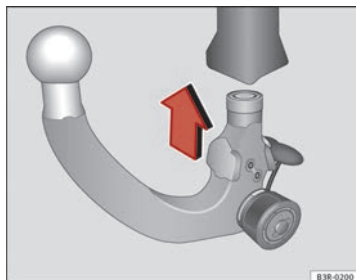

Abb. 160 Abnehmbare Anhängervorrichtung: Kugelstange einsetzen
- Führen Sie die vorgespannte Kugelstange in den Aufnahme-schacht ein und drücken Sie sie in Pfeilrichtung ⇒ Abb. 160 nach oben ⇒ ⚠. Der Verriegelungsvorgang erfolgt automatisch. Dabei muss ein deutliches Einrastgeräusch hörbar sein.